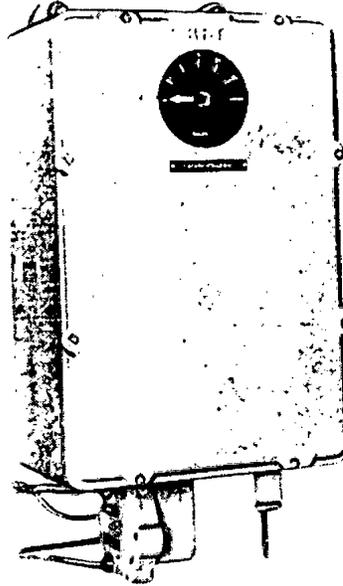

Bild 1
1. 1 Druckfahrtmesser mit eingebautem Geber (Bild 1)
1. Druckfahrtmesser (Bild 1)